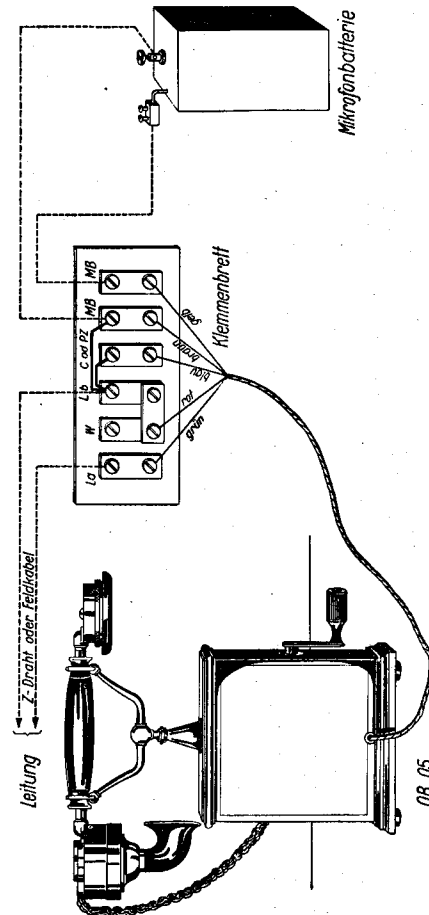

Bild 19. Sprechstelle.
a) Der Posttisch-Apparat OB 05 wird mit seiner Mikrophonbatterie über ein zugehöriges Klemmenbrett in der im Bild 19 dargestellten Weise an die Leitung angeschaltet. Die beiden Enden des Zimmerleitungsdrahtes oder Feldkabels werden an die Klemmen La und Lb des Klemmenbretts und die Verbindungsdrähte zur Mikrophonbatterie an die Klemmen MB angelegt. Die Klemmen W, LB, C oder PZ und MB müssen zum Betrieb des Apparates, wie im Bild 19 angegeben, verbunden sein. Erfordert die technische Einrichtung des Vermittlungsamtes Abweichungen (z. B. Einschaltung von Kondensatoren), so ist nach den Anweisungen der Reichspost zu verfahren.